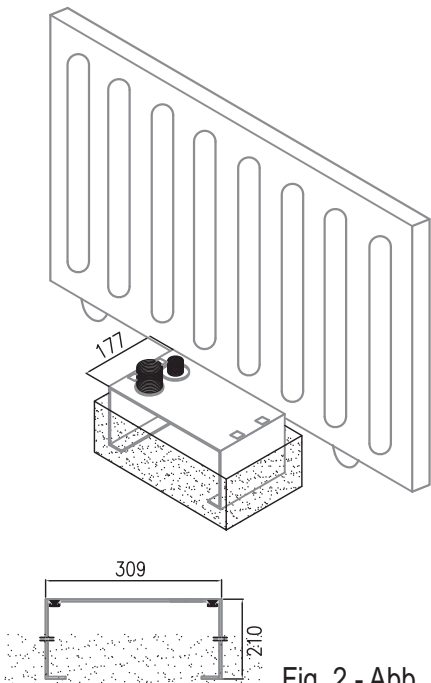

Fig. 2 - Abb. 2
1. Dig a foundation hole, taking into consideration the dimensions of the foundation plate (Fig. 2).
**Take particular care of the assembly direction. The holes for the passage of the channel must be on the left (fig. 2).**
1. Unter Berücksichtigung der Abmessungen der Fundamentplatte (Abb. 2) ein Fundament ausgraben.
**Den Montagesinn genau beachten. Die Löcher zum Durchführen der Kanäle müssen sich links befinden (Abb. 2).**
1. Maak een funderingspunt en houd daarbij rekening met de afmetingen van de funderingsplaat (afb. 2).